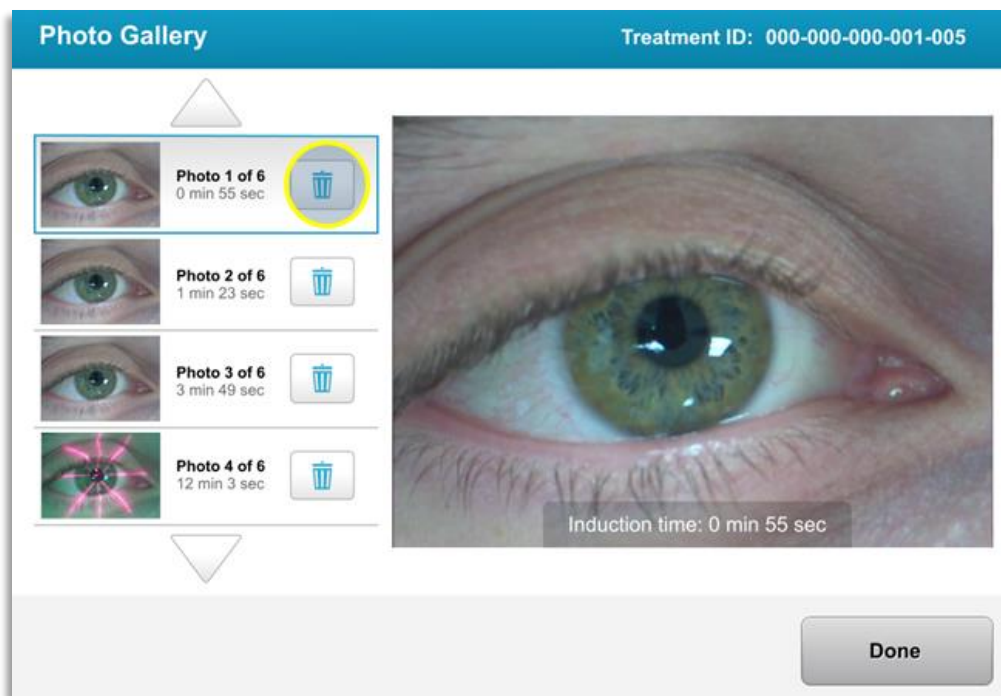

Figure 3-33. Sélectionner Corbeille pour supprimer
- Dans la galerie de photos, sélectionnez l'icône corbeille à côté de la photo à supprimer, comme illustré à la figure 3-33.